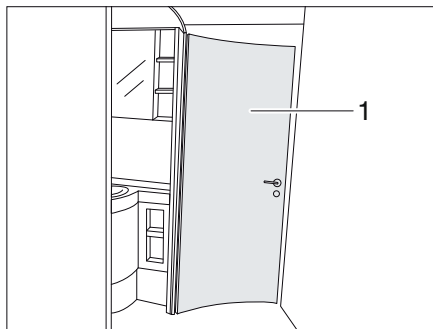

Fig. 236 Cabina bagno
La porta della zona toilette (Fig. 236,1) può essere bloccata, a seconda dell'equipaggiamento, in 1-3 angoli di apertura diversi per formare una cabina bagno. A seconda dell'angolo di apertura scelto, vengono collegate tra loro diverse parti dell'ambiente.
- La porta della zona toilette (Fig. 236,1) non deve essere utilizzata come elemento divisorio durante la marcia.